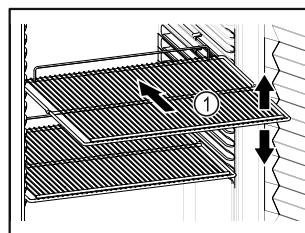

Fig. 82 Representación a modo de ejemplo
- Si los estantes Fig. 82 (1) se pueden mover, ajustarlos según la altura.